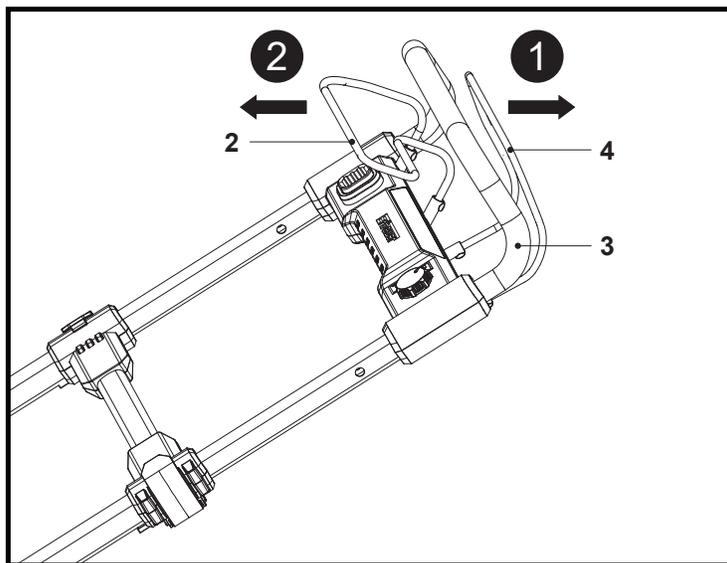

Fig. 21
1. Relâcher le levier de traction (4) pour arrêter la fonction de traction (Fig. 21, étape 1).
2. Relâcher le levier de démarrage (2) pour arrêter la tondeuse à gazon (Fig. 21, étape 2).